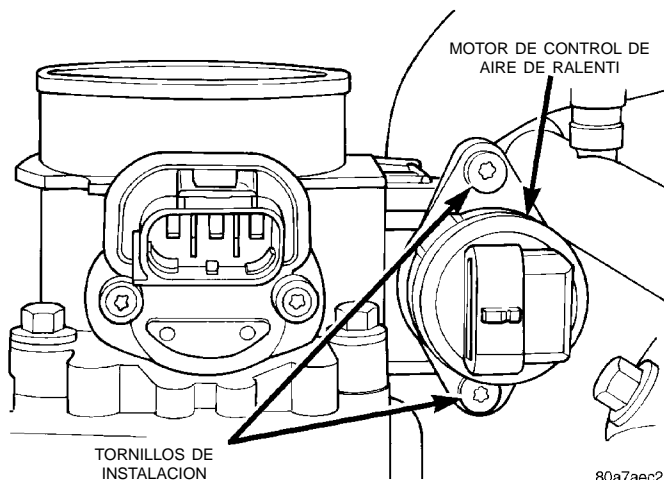

Fig. 72 Pernos de instalación (Tornillos)—Motor de IAC —Motor de 4.0L
- (1) Retire el tubo del depurador de aire del cuerpo de mariposa.
- (2) Desconecte el conector eléctrico del motor de IAC.
- (3) Retire los dos pernos de instalación (tornillos) (Fig. 72).
- (4) Retire el motor de IAC del cuerpo de mariposa.